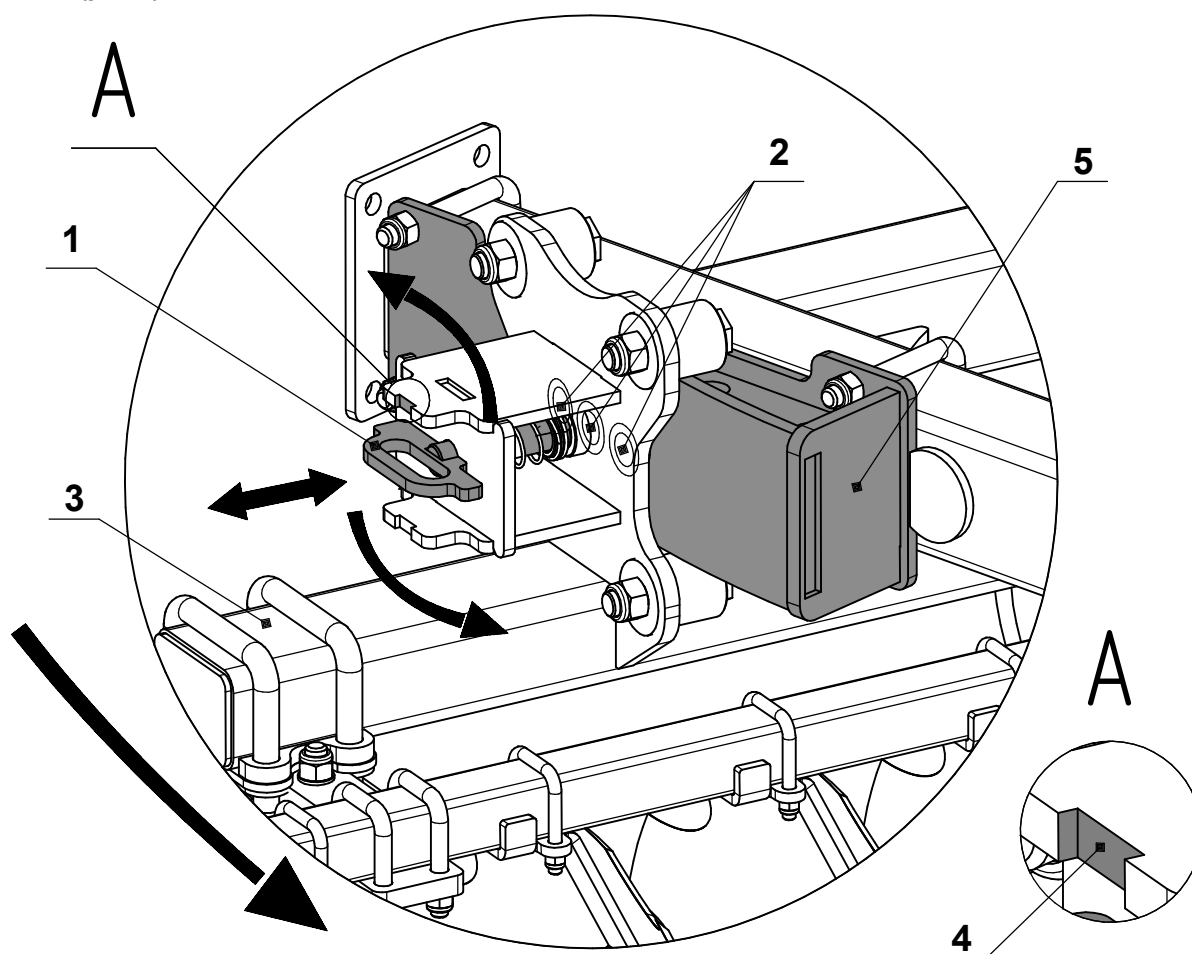

Рис.4-Регулировка углов атаки дисковых батарей бороны тяжелой дисковой "TORNADO -7000"
Угол дисковой батареи устанавливается путем поворота балки **поз.3 (рис.4)** и установки пальца с рукояткой **поз.1 (рис.4)** в нужное отверстие (расположенны с шагом 3 градуса), соответствующие необходимому углу, в кронштейнах регулировки угла **поз.2 (рис.4)**, расположенных по бокам рамы и крыльев агрегата с левой и правой стороны.
Регулировка углов атаки дисковых батарей осуществляется с помощью пальца с рукояткой **поз.1 (рис.4)**. Для регулировки по обеим сторонам крыльев и рамы предусмотрены кронштейны регулировки угла атаки **поз.5 (рис.4)** с 3-мя отверстиями **поз.2 (рис.4)**
1. Оттяните палец с рукояткой **поз.1 (рис.4)** и поверните, зафиксировав в пазу **4 (рис.4)**.
2. Поверните балку **поз.3 (рис.4)** до необходимого угла (1-ый ряд 15°, 18°, 21°; 2-ой ряд 12°, 15°, 18°)
3. Оттяните палец с рукояткой **поз.1 (рис.4)**, расфиксируйте из паза **4 (рис.4)** и поверните, зафиксировав в отверстии, соответствующему необходимому углу, которое расположено в кронштейне угла атаки **поз.2 (рис.4)**.